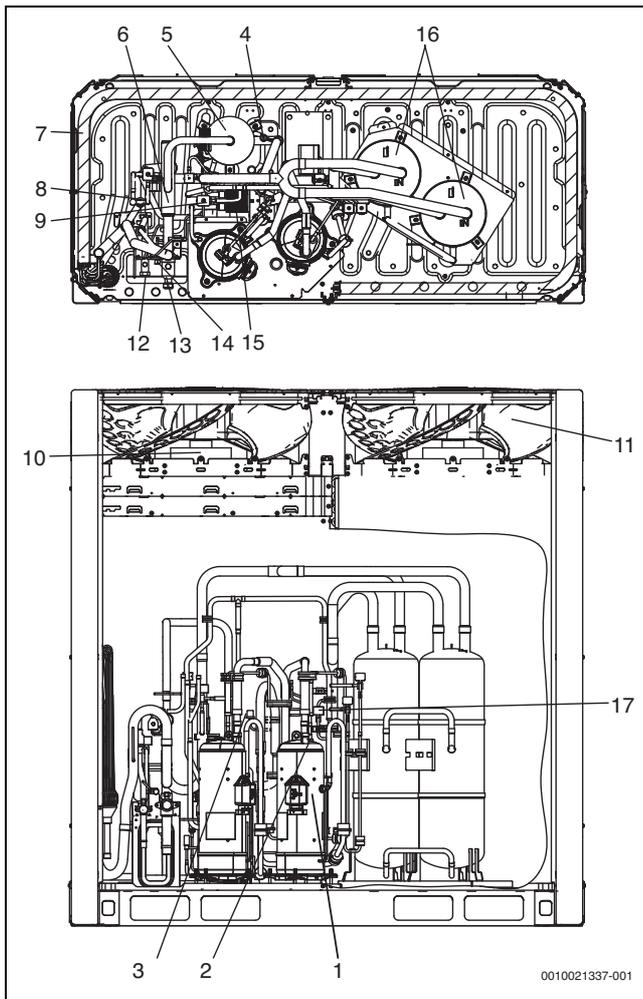

Рис. 62 Расположение компонентов
**Обозначения на рис. 62 и 63:**